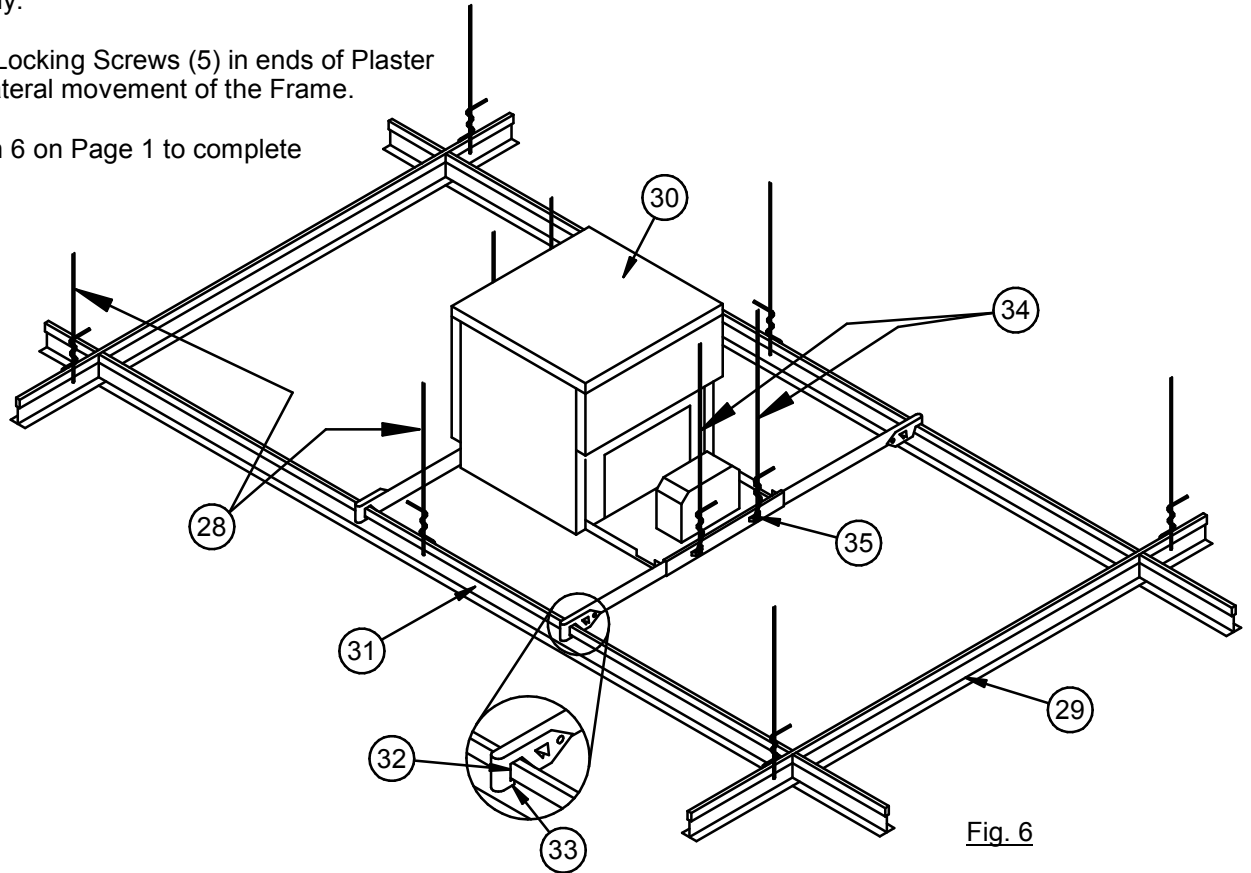
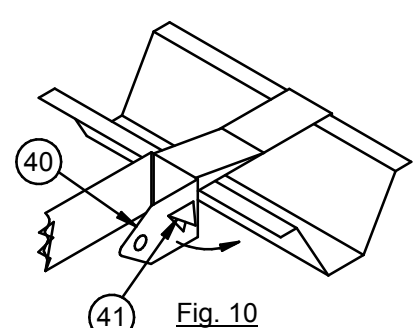

Fig. 6
Fig. 10
3. Once all Brackets are in place bend Hanger Bar End (40) around to secure Brackets to the Channels as shown in Figure 10. **NOTE:** Nail Tab (41) should lodge under edge of Furring Channel.
4. Tighten bar hanger Locking Screws (5) in ends of Plaster Frame (2) to prevent lateral movement of the Frame.
5. Install two No. 12 SWG Galv. Steel Hanger Wires (34) secured to each end of Luminaire (30) plaster frame at Lanced Openings (35) in hanger bar support channels. Steel Hanger Wires to be installed vertically and secured to structural members of floor or roof assembly. (See Fig. 6)
3. Cuando todos los soportes estén en lugar, doble las extremidades de la barra de suspensión (40) para sujetar los soportes a los rieles como se muestra en la Fig. 10. NOTA: La lengüeta en forma de clavo (41) se debe colocar debajo del borde del travesaño.
4. Ajuste los tornillos de seguridad de la barra de suspensión (5) en las extremidades del armazón enyesado (2) para evitar algún movimiento lateral del armazón.
5. Instale dos alambres de suspensión de acero galvanizado no. 12 SWG (34) a cada extremidad del armazón enyesado del aparato de luz (30) en las ranuras (35) de los rieles de la barra de suspensión de soporte. Los alambres de suspensión de acero deben ser instalados verticalmente y sujetos a la estructura del piso o del techo. (Vea Fig. 6).
3. Quand tous les supports sont installés, appuyez sur l'extrémité de la barre de suspension (40) pour fixer les supports aux rails conformément à Fig. 10. REMARQUE: La languette à clouer (41) doit rester au-dessous du bord de la lambourde.
4. Serrez les écrous de blocage des barres de suspension (5) aux bouts du cadre en plâtre (2) pour empêcher quelque mouvement latéral du cadre.
5. Installez deux fils suspension en acier galvanisé no. 12 SWG (34) fixés à chaque bout du cadre en plâtre du dispositif d'éclairage (30) et dans les rainures (35) des rails des barres de suspension de support. Les fils suspension en acier doivent être installés verticalement et fixés à la construction solide du plancher ou du toit. (Voir Fig. 6).